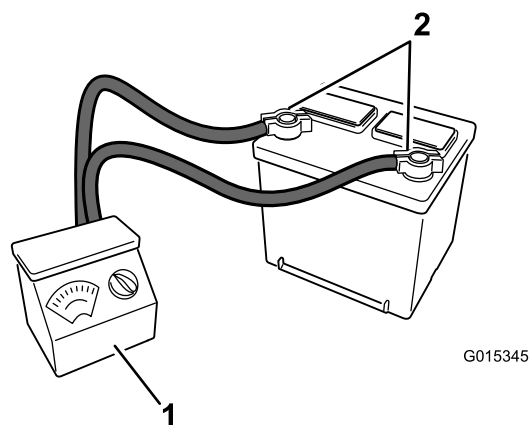

Figura 2
5. Ligue um carregador de baterias de 3 a 4 amperes aos bornes da bateria (Figura 2). Carregue a bateria a uma taxa de 3 a 4 amperes, até que a gravidade específica seja de 1,250 ou superior e a temperatura seja, pelo menos, de 16° C, com todas as células a emitirem gases.
6. Quando a bateria estiver totalmente carregada, desligue o carregador da tomada eléctrica e em seguida desligue os cabos do carregador dos bornes da bateria (Figura 2).